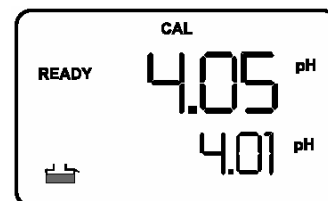

Figure 3 : 2^{ème} point d'étalonnage
13. Attendre que la valeur de pH mesurée se stabilise (lorsque l'indicateur [READY] apparaît dans le coin gauche) (voir figure 3).